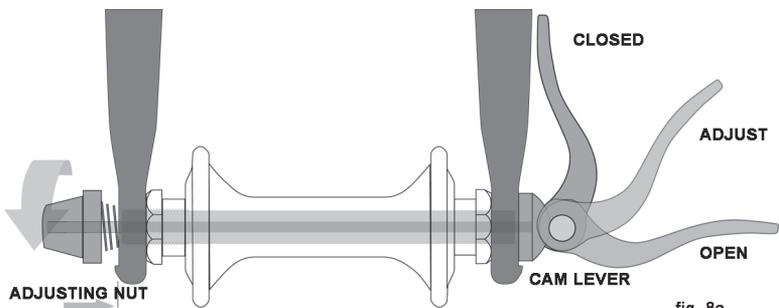
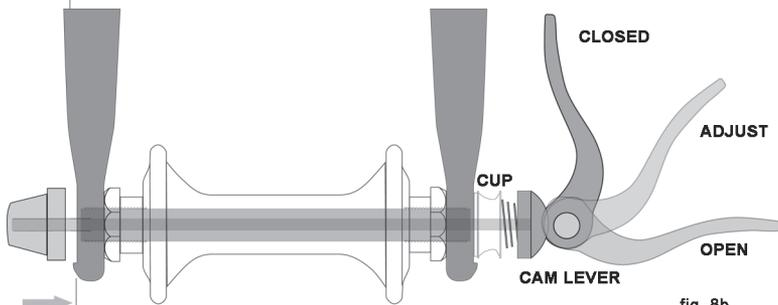
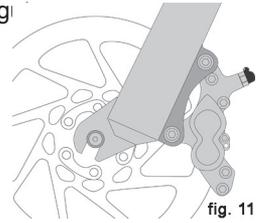
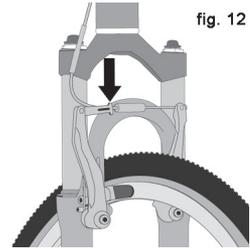

fig. 8a
fig. 8b
fig. 11
fig. 12
- Durch die hohle Nabenachse wird eine Spannachse mit Gewindemutter am einen und Exzenter-Mechanismus (siehe Abb. 8a und b) am anderen Ende gesteckt
Zurzeit gibt zwei Arten von Schnellspann-Systemen: die herkömmliche Bauform (Abb. 8a) und ein System mit zusätzlicher Haltekappe („Cup“, siehe Abb. 8b). Beide funktionieren mit einem Exzenter-Mechanismus, um das Laufrad sicher in Rahmen oder Gabel zu fixieren. Möglicherweise ist ihr Bike mit beiden Typen ausgestattet – vorne mit Zusatz-Haltekappe, hinten ohne.
**aJustieren von herkömmlichen Exzenter-Schnellspannern (Abb. 8a)**
(1) Bei Felgenbremsen: Öffnen Sie den Schnellspann-Mechanismus der Bremse, um den Abstand zwischen Bremsbelägen und Felge zu vergrößern (siehe Kapitel 4.C, Abb. 11 bis 15).
(2) Bei Schnellspannachsen: Legen Sie den Schnellspannhebel von geschlossen („CLOSED“) auf offen („OPEN“) um (Abb. 8a & b). Bei Steck- oder Schraubachsen: Öffnen Sie die Klemmschraube(n) mit dem Bedienhebel oder passendem Werkzeug um einige Umdrehungen gegen den Uhrzeigersinn.
(3) Bei aufgesteckten Ausfallsicherungen: Lösen Sie diese und gehen zu Schritt 4. Bei in die Gabel integrierten Ausfallsicherungen und herkömmlichem Schnellspanner (Abb. 8a): Drehen Sie die Einstellmutter einige Umdrehungen gegen den Uhrzeigersinn, bis sich das Laufrad nach unten ausbauen lässt. Bei Schnellspann-System mit Zusatz-Haltemutter (Abb. 8b): Hier müssen keine Schrauben oder Muttern gedreht werden. Drücken Sie stattdessen Haltemutter und Schnellspannhebel zusammen, um das Laufrad ausbauen zu können.
(1) Bei Schnellspannachsen: Legen Sie den Schnellspannhebel in die Position „OPEN“ (Abb. 8b). Bei Schraub- oder Steckachsen: weiter beim nächsten Schritt.
(2) Drehen Sie Lenker und Gabel in „Geradeaus“-Stellung und setzen Sie das Laufrad so in die Gabel, dass die Achsenden fest in den Ausfallenden sitzen. Der Schnellspannhebel (falls vorhanden) sollte in Fahrtrichtung links sein (Abb. 8a und b). Bei aufgesteckten Ausfallsicherungen: bitte jetzt korrekt montieren.
(3) Bei herkömmlichem Schnellspanner: halten Sie den Schnellspannhebel in „ADJUST“-Position und ziehen Sie die Einstellmutter handfest an (Abb. 8a). Bei Schnellspann-System mit Zusatz-Haltekappe (Abb. 8b): Achsmutter (rechts) und Haltekappe müssen in die Ausfallenden eingerastet sein – es sind keine weiteren Einstellarbeiten nötig.
(4) Drücken Sie die Gabel fest nach unten, sodass die Achsenden auf Anschlag in den Ausfallenden und das Laufrad mittig in der Gabel sitzen:
(a) Bei Schnellspannachsen: Legen Sie den Schnellspannhebel in die „CLOSED“-Position (Abb. 8a und b). Der Hebel sollte parallel zum Gabelbein verlaufen und zum Laufrad hin gebogen sein. Die Klemmkraft ist ausreichend, wenn der Schnellspannhebel einen Abdruck in ihrer Hand hinterlässt und Sie zum Schließen mit den Fingern ans Gabelbein greifen müssen.
(1) Bei Kettenschaltung mit mehreren Ritzeln hinten: schalten Sie hinten in den größten Gang (also aufs kleinste, äußerste Ritzel). Bei Nabenschaltung: Fragen Sie ihren Fachhändler oder lesen Sie die Bedienungsanleitung der Nabenschaltung, bevor Sie das Hinterrad ausbauen. Ohne Gangschaltung: weiter bei Schritt (4).
(2) Bei Felgenbremsen: Öffnen Sie den Schnellspann-Mechanismus der Bremse, um den Abstand zwischen Bremsbelägen und Felge zu vergrößern (siehe Kapitel 4.C, Abb. 11 bis 15).
(3) Bei Kettenschaltung: Ziehen Sie den Schaltwerkkörper nach hinten.
(4) Bei Schnellspannachsen: Legen Sie den Schnellspannhebel in die „OPEN“-Position (Abb. 8b). Bei Steck- oder Schraubachsen: Öffnen Sie die Klemmschraube(n) mit dem Bedienehebel oder passendem Werkzeug. Drücken Sie das Laufrad nach vorne/unten, bis sich die Kette vom Ritzel löst.
(5) Heben Sie das Bike hinten etwas an und nehmen das Hinterrad heraus.
(1) Bei Schnellspannachsen: Legen Sie den Schnellspannhebel in die „OPEN“-Position (Abb. 8a und b). Der Hebel sollte sich in Fahrri chtung links befinden, gegenüber von Schaltwerk und Ritzeln.
(2) Bei Kettenschaltung: Stellen Sie sicher, dass das Schaltwerk in der äußersten Position (größter Gang) ist. Ziehen Sie den Schaltwerkkörper zurück und setzen das Hinterrad so ein, dass die Kette auf dem kleinsten Ritzel liegt.
(3) Ohne Gangschaltung: Nehmen Sie die Kette vom vorderen Kettenblatt ab, damit sie lose genug ist. Legen Sie die Kette aufs Ritzel am Hinterrad.
(4) Führen Sie die Achsenden in die Ausfallenden ein und ziehen das Laufrad nach hinten/oben, bis die Achsenden auf Anschlag in den Ausfallenden sitzen.
(5) Ohne Gangschaltung oder bei Nabenschaltung: Legen Sie die Kette aufs vordere Kettenblatt. Ziehen Sie das Hinterrad nach hinten/oben in die Ausfallenden, sodass es korrekt im Rahmen zentriert ist und die Kette in der Mitte zwischen Ritzel und Kettenblatt ca. 6 mm Spiel nach oben/unten hat.
(6) Mit Schnellspann achse: Legen Sie den Schnellspannhebel in die „CLOSED“-Position (Abb. 8a und b). Der Hebel sollte nun parallel zu Ketten- oder Sitzstrebe verlaufen und zum Laufrad hin gebogen sein. Die Klemmkraft ist ausreichend, wenn der Schnellspannhebel einen Abdruck in der Hand hinterlässt und Sie zum Schließen mit den Fingern an die Rahmenstrebe greifen müssen.
(7) Bei Steck- oder Schraubachsen: Ziehen Sie die Klemmschrauben mit dem empfohlenen Drehmoment an (siehe Anhang D oder entsprechende Bedienungsanleitungen von Rahmen- oder Naben-Hersteller).
(8) Wenn (in Punkt 3. c. (2)) der Schnellspann-Mechanismus der Bremse geöffnet wurde, schließen Sie ihn nun wieder, um den korrekten Abstand der Bremsbeläge zur Felge wieder herzustellen.
(9) Drehen Sie das Laufrad und überprüfen seinen mittigen Sitz im Rahmen und zwischen den Bremsbelägen. Ziehen Sie probeweise den Bremshebel und überprüfen die korrekte Funktion der Bremse.
Manche Bikes sind mit einem Sattelstützen-Schnellspanner ausgestattet. Dessen Exzenter-Klemmung funktioniert genauso wie ein herkömmlicher Laufrad-Schnellspanner (Kapitel 4.A.2, Abb. 8a).
3. Manche Bike-Bremsen, z. B. Scheibenbremsen (Abb. 11) oder V-Brakes (Abb. 12), können enorme Bremskräfte entwickeln. Machen Sie sich mit Funktion und Wirkung dieser Bremsen vertraut, bevor Sie sich in den Straßenverkehr oder andere gefährliche Situationen begeben.
Die meisten Felgenbremsen verfügen über einen Schnellspann-Mechanismus, mit dem zum Radaus- oder -einbau der Abstand der Bremsbeläge zur Felge vergrößert werden kann. Wenn dieser Mechanismus geöffnet ist, können die Bremsen nicht funktionieren. Lassen Sie sich von ihrem Fachhändler die Funktion des Schnellspann-Mechanismus an ihren Bremsen erklären (siehe Abb. 12, 13, 14 und 15) und überprüfen Sie vor jeder Ausfahrt die korrekte Funktion der Bremsen.